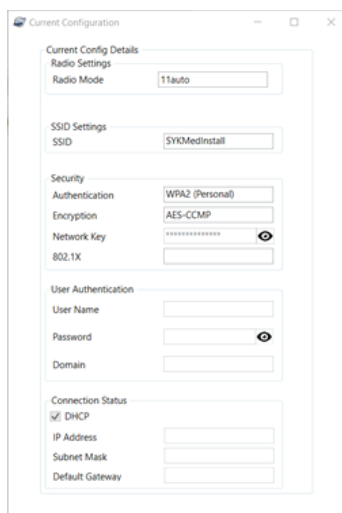

Figure 122 –
8. Pour l'appareil sélectionné, cliquer sur **Obtenir la configuration** dans la fenêtre d'acquisition automatique et attendre que la fenêtre d'information de l'appareil s'affiche (Figure 122).